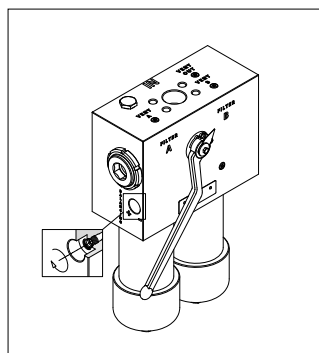

fig. 5
- (Fig. 5) Chiudere la valvola di bilanciamento avvitando verso il segno "+"